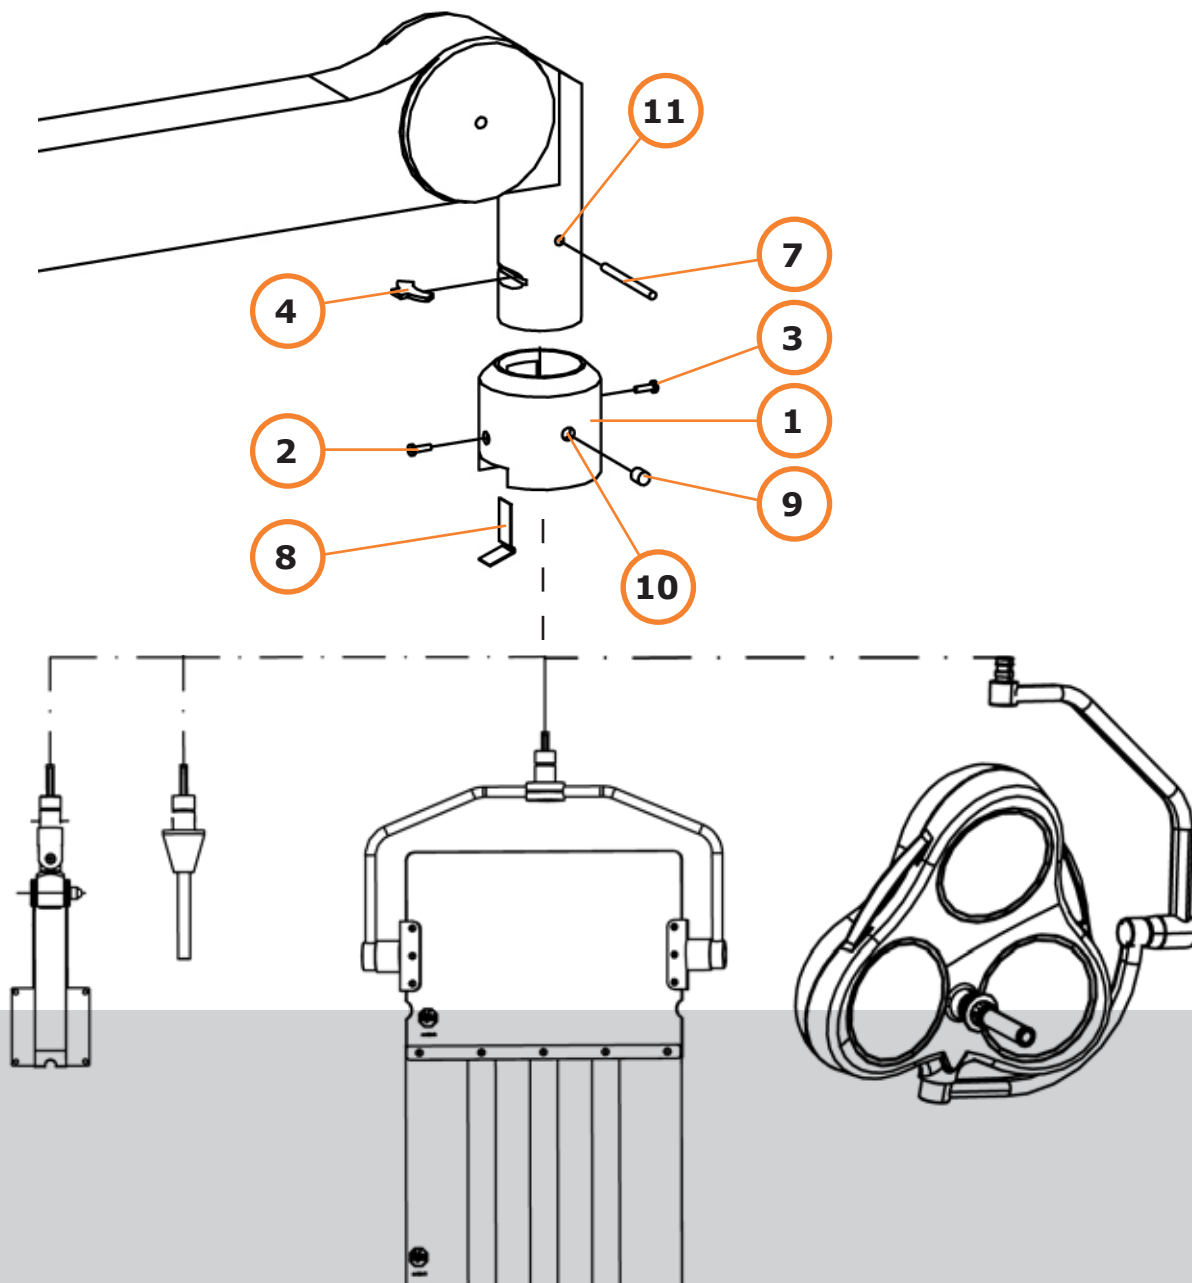

Abb. 32
10.5.1 Entfernen Sie die Kunststoffskappen (9/Abb. 32) von beiden Seiten der Sicherungshülse (1/Abb. 32).
10.5.2 Entfernen Sie die Schrauben (2,3/Abb. 32) von der Sicherungshülse und bewahren Sie sie an einem sicheren Ort auf.
10.5.3 Für Endgeräte ohne interne elektrische Kabel (z. B. Schilde, Monitorhalter, Injektorhalter): Schieben Sie die Sicherungshülse nach oben (1/Abb. 32), bis Sie den Stift im Bohrloch sehen können (11/Abb. 32). Nehmen Sie den geraden Stift heraus (7/Abb. 32), indem Sie ihn von einer Seite zur anderen durchschieben.
10.5.4 Schieben Sie die Sicherungshülse nach oben (1/Abb. 32), bis sie unter der Kunststoffabdeckung anliegt, und halten Sie sie an dieser Position fest.
10.5.5 Ziehen Sie die Sicherungsfeder (8/Abb. 32) vorsichtig aus von der Sicherungshülse (1/Abb. 32).
Im nächsten Schritt entfernen Sie das letzte Teil (Hufeisenschuh (4/Abb. 32) im Inneren des Federarms), mit dem das angeschlossene Gerät am Arm befestigt ist. Wenn Sie das angeschlossene Gerät nicht festhalten, wird es herunterfallen und kann beschädigt werden oder Verletzungen verursachen.
10.5.6 Halten Sie das angeschlossene Gerät gut fest. Entfernen Sie den Hufeisenschuh (4/Abb. 32) aus dem Schlitz und trennen Sie das Gerät. Um das Entfernen zu erleichtern, drehen Sie das Gerät gegebenenfalls leicht.
Diagramm/Abb. 32